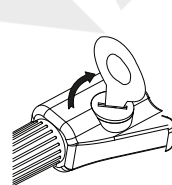

fig.3
---Coloque a tampa da bateria de volta e gire-a no sentido horário para fixá-la (fig. 3)